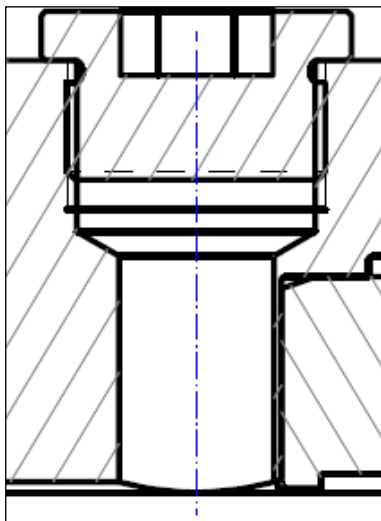
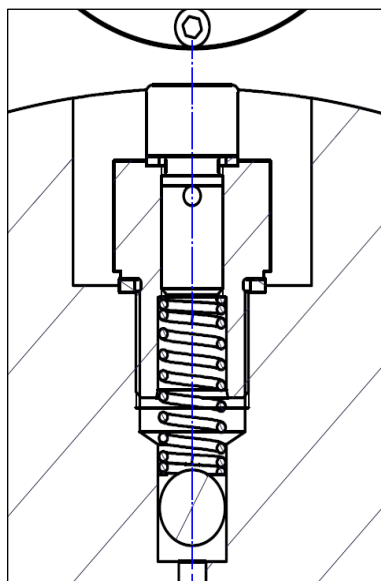

Fig. 10 – **Sfiato aria tramite tappo**
Fig. 11 – **Sfiato aria tramite vite**
- Aprire la vite di sfiato lato stelo (sulla testata del cilindro) del cilindro idraulico, senza pressione interna (vedere Fig. 10 e Fig. 11)